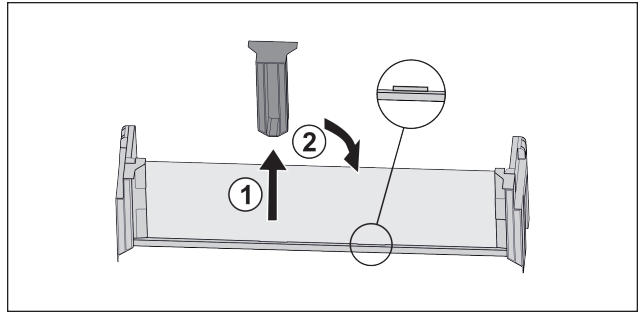

Fig. 27
- ▶ Изтеглете средната задържаща част Fig. 27 (1).
- ▶ Вкарайте средната задържаща част на втората позиция Fig. 27 (2).